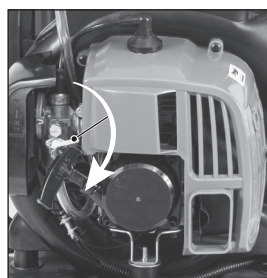

Рис. 17
3. Для модели GS-43: переведите топливный кран в положение «Открыто» (рис. 17).
Для модели GS-43: переведите топливный кран в положение «Закрыто» (рис. 17). Для модели GS-63-PRO данное действие не требуется.